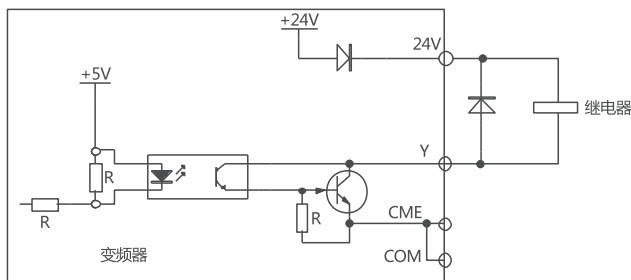

图 4.16 多功能输出端子接线方式1
(1) 多功能输出端子Y1可使用变频器内部的+24V电源，接线方式如图4.16所示。